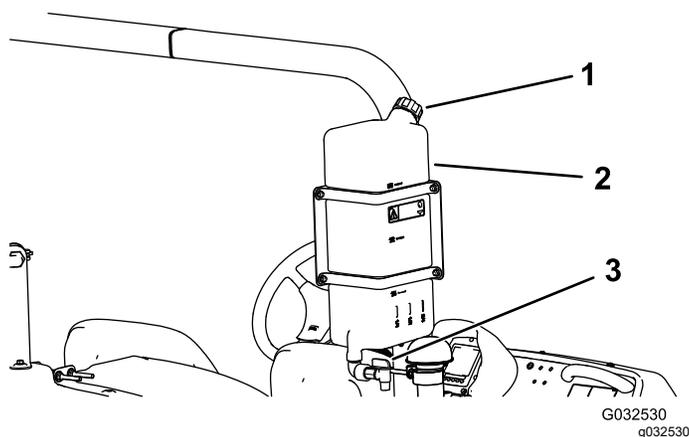

Рисунок 30
- Чтобы заполнить бак, отверните крышку в верхней части бака и залейте в него свежую воду, затем затяните крышку (Рисунок 30).
- Чтобы открыть кран бака свежей воды, поверните рычаг на кране (Рисунок 30).